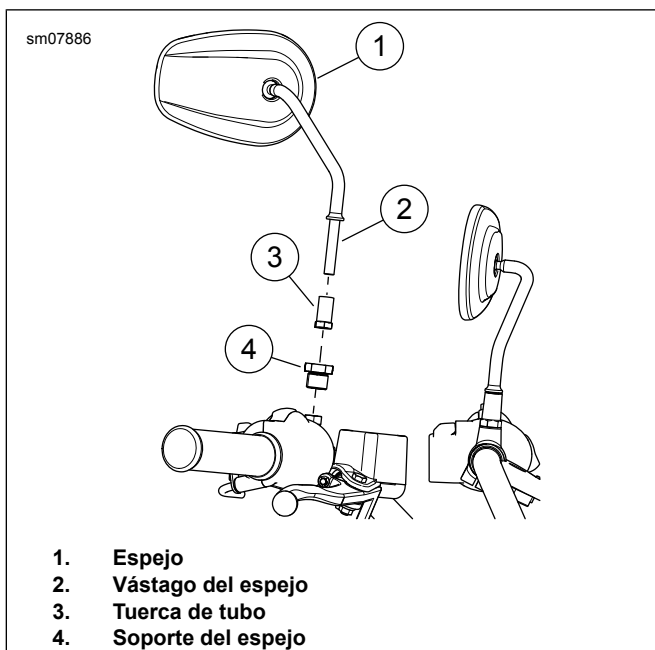

Figura 3. Espejo
1. Vea la Figura 3. Extraer el espejo.
- a. Quite la tuerca de tubo (3).
- b. Quite el espejo (1).
- c. Quite el soporte del espejo (4).
- a. Instale el soporte del espejo (4). Ajuste.